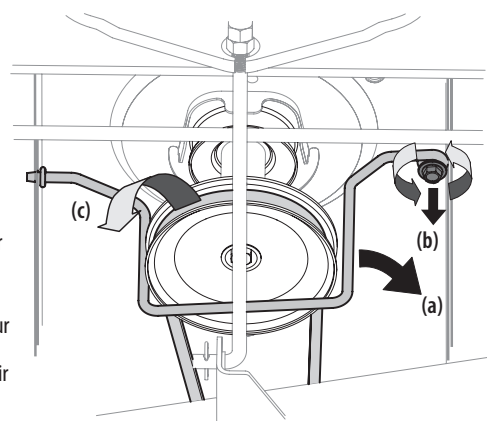

Figure 30
3. Enlevez la tige de retenue de la courroie (a) autour de la poulie du moteur en retirant le boulon autotarauteur (b) qui la fixe. Voir Figure 30.
4. Retirez la courroie (c) autour de la poulie du moteur et de la poulie de tension. Voir Figure 30.